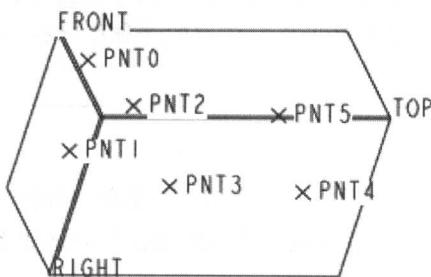

图 1-3 打开零件
Step 1 复制光盘上的文件“\第1章\ch1-1-1.prt”至本地硬盘文件夹中，并设置工作目录至该文件夹，然后打开复制的文件，如图 1-3 所示。